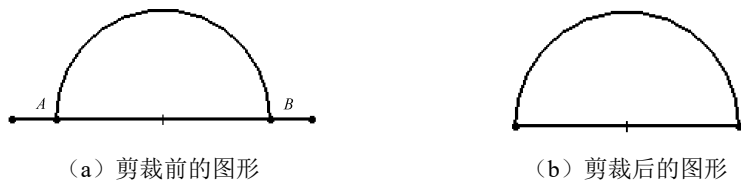

图 2-43 剪裁实体的过程
下面以图 2-43 为例，说明草图剪裁的操作步骤。图 2-43 (a) 所示为剪裁前的图形，图 2-43 (b) 所示为剪裁后的图形。
- (1) 执行命令。打开源文件“2.4.4.SLDPRT”。在草图编辑状态下，选择菜单栏中的“工具”→“草图工具”→“剪裁”命令，或者单击“草图”面板上的“剪裁实体”按钮，在左侧特征管理器中出现“剪裁”属性管理器。
- (2) 设置剪裁模式。选择“剪裁”属性管理器中的“剪裁到最近端”模式。
- (3) 选择需要剪裁的直线。依次用鼠标单击如图 2-43 (a) 所示的 A 处和 B 处，剪裁图中的直线。
- (4) 确认剪裁实体。单击“剪裁”属性管理器中的“确定”按钮，剪裁后的图形如图 2-43 (b) 所示。